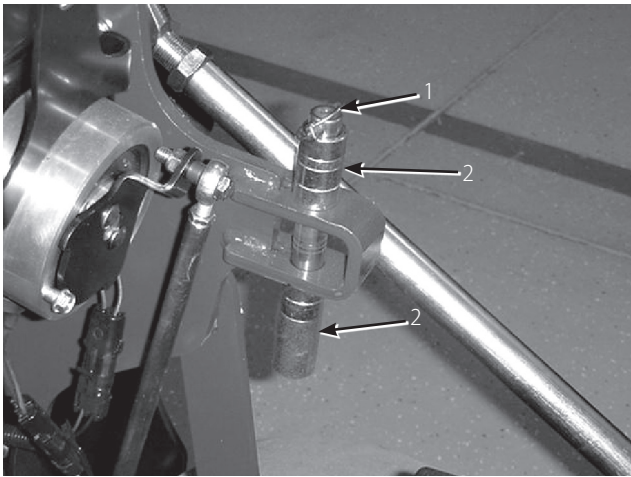

図 29
1. スペーサと深さピンを止めているリンチピン(図29)を外す。